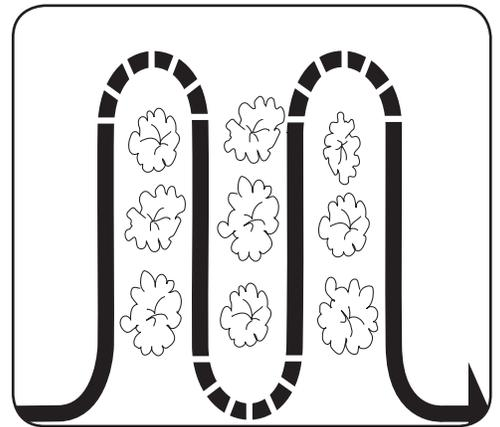

Figure 4-4
- Lorsque vous labourez le sol autour des plantes, réglez la profondeur de labourage entre 1 po et 2 po. Voir Figure 4-4. Utilisez un réglage de très faible profondeur pour éviter d'abîmer les racines des plantes qui pousse souvent près de la surface. Si nécessaire, soulevez la poignée légèrement pour empêcher les dents de creuser trop profondément. En plus d'éliminer les mauvaises herbes, un labourage régulier ameublir et aère le sol, ce qui permet une meilleure absorption de l'humidité et une croissance plus rapide des plantes. Pour rendre le labourage plus facile, arrosez la zone de travail quelques jours avant le labourage et laissez reposer le sol fraîchement travaillé pendant un jour ou deux avant d'effectuer un passage final de labourage en profondeur.